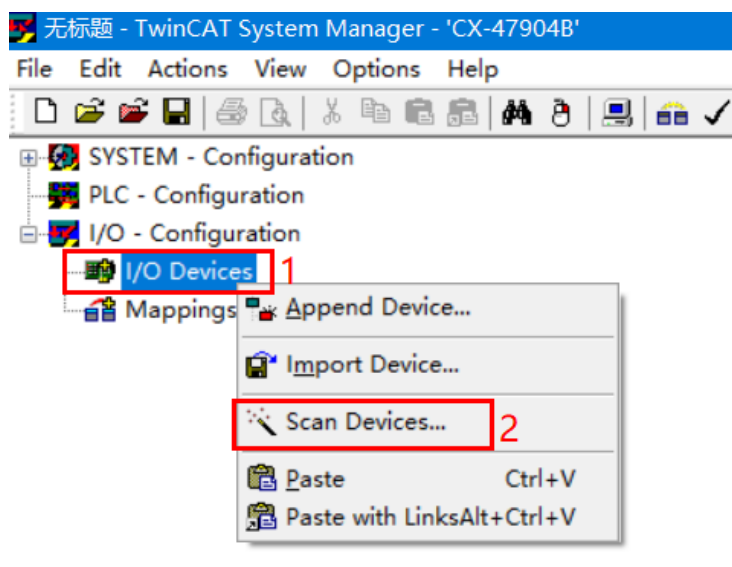

图 3.4 添加 IO 设备操作步骤
2) 再添加 IO 模块，右击【I/O Devices】→ 点击【Scan Devices】，如图 3.4 所示步骤，进行 IO 模块扫描工作。